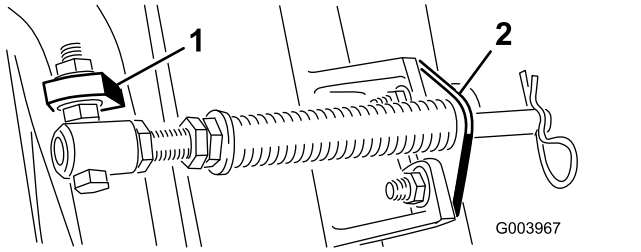
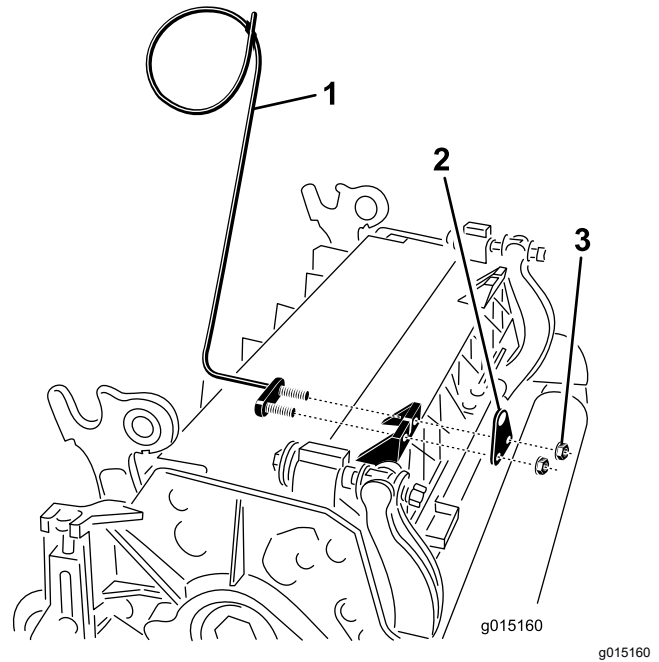

Bild 11
Bild 13
Hinweis: Positionieren Sie den Schraubenkopf zur Außenseite der Nase, wie in Bild 11 dargestellt.
E. Montieren Sie die Stangenhalterung mit den Schlossschrauben und Muttern an den Mähwerkknasen (Bild 11). An der Schneideinheit müssen Sie auch die linke Schlauchführung vorne an den Schneideinheitnasen befestigen, wenn Sie die Stangenhalterung (Bild 13) wieder einbauen.